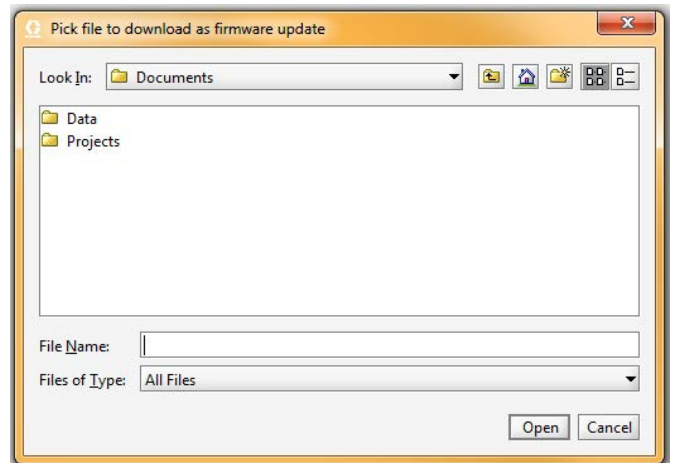

FIG. 22. Installera EasyKey-programvaran
**Installera EasyKey-programvara** - installerar den fasta programvaran för aktuell enhet (ungefär 6 minuter). Se FIG. 22.